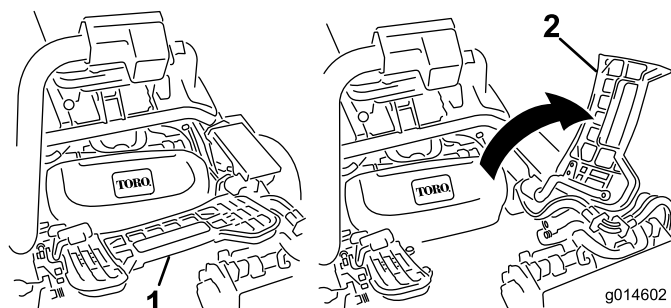

Figure 32
1. Relevez le repose-pieds pour accéder à la position du plateau de coupe central (Figure 32).